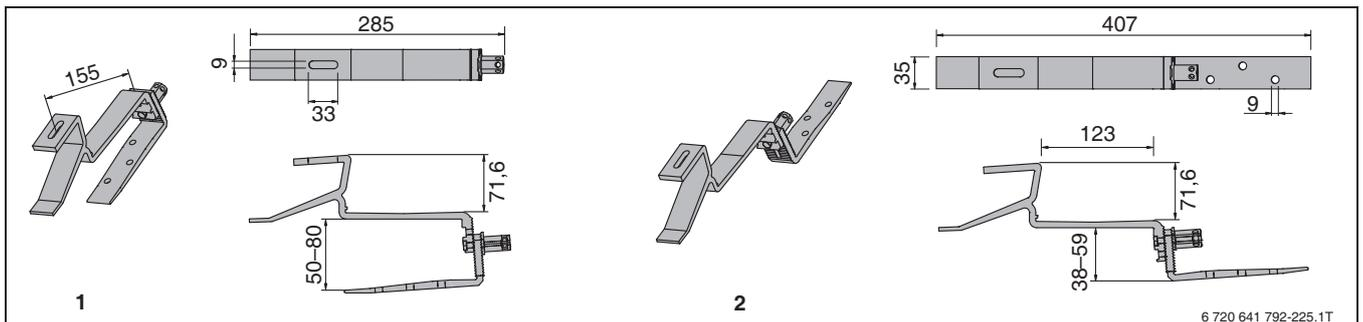
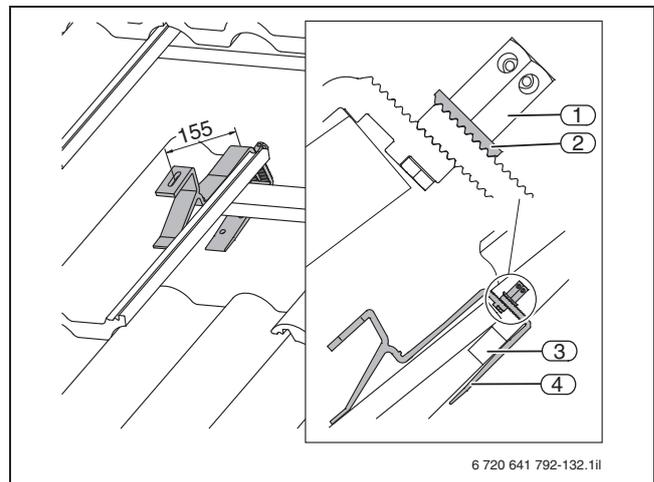

Fig. 147 Collegamento da tetto per coperture con tegole, tegole in laterizio e embrici CKN1.0 e SKS4.0 (misure in mm)
Fig. 153 Gancio da tetto agganciato per CKN1.0 e SKS4.0 (misure in mm)
La fig. 151 mostra come esempio il set per montaggio sopra tetto per Logasol CKN1.0 e SKS4.0 per coperture con tegole e tegole in laterizio. I ganci da tetto (→ fig. 147 e fig. 151, pos. 2) sono attaccati ai listelli da tetto presenti (→ fig. 153) e poi avvitati alle guide profilate.